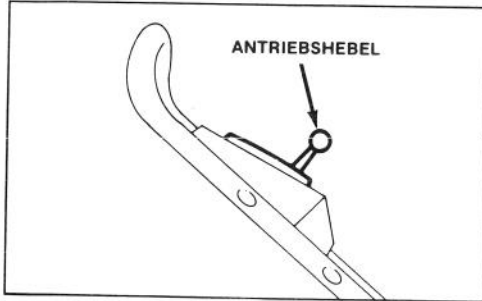

Abbildung 8
1. **BEDIENUNGSELEMENTE** (Abb. 8) — Antriebshebel/Choke befinden sich am oberen Griff.
2. **ANLASSEN DES MOTORS** (Abb. 8) — Kabel auf die Zündkerze stecken. Antriebshebel auf CHOKE stellen. Den saumen auf das Loch in der Mitte des Tupfers setzen und ein Mal drücken. Seilstarter ziehen und wenn der Motor anspringt, Gas entsprechend einstellen.
3. **ABSTELLEN DES MOTORS** (Abb. 8) — Antriebshebel auf AUS stellen, um den Motor und das Messer abzustellen. Kabel aus der Zündkerze herausziehen, wenn der Mäher nicht beaufsichtigt oder benutzt wird.